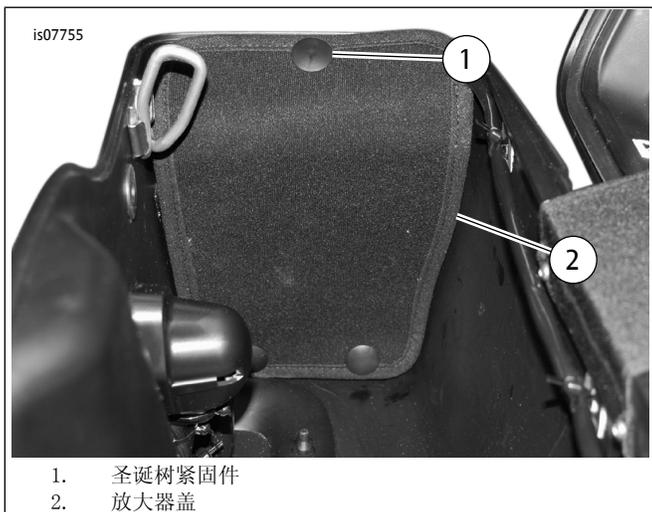

图10。放大器盖
11. 参见图10。在支架上安装放大器盖。使用三个圣诞树紧固件进行固定。